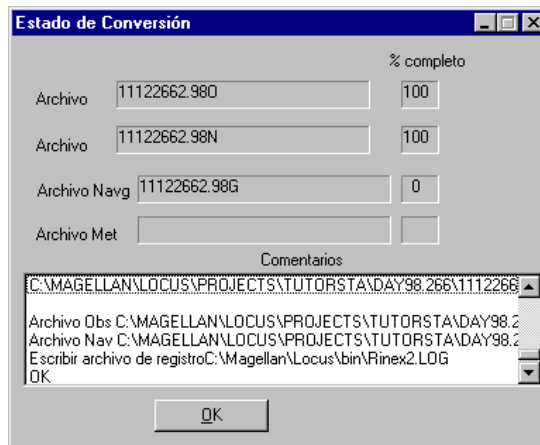

Figura B.14. Cuadro de Diálogo Estado de Conversión
19. Haga click en **Comenzar** para convertir los archivos Ashtech a formato RINEX. Se abre el cuadro de diálogo **Estado de Conversión** (Figura B.14), mostrando el estado del proceso de conversión. Al completar el proceso, el diálogo indica 100% para cada archivo.